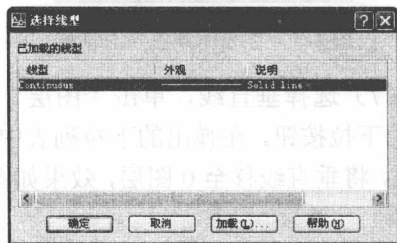

图 1-3 “选择线型”对话框
(3) 选择“中心线”图层中的 Continuous 选项，弹出“选择线型”对话框，如图 1-3 所示。